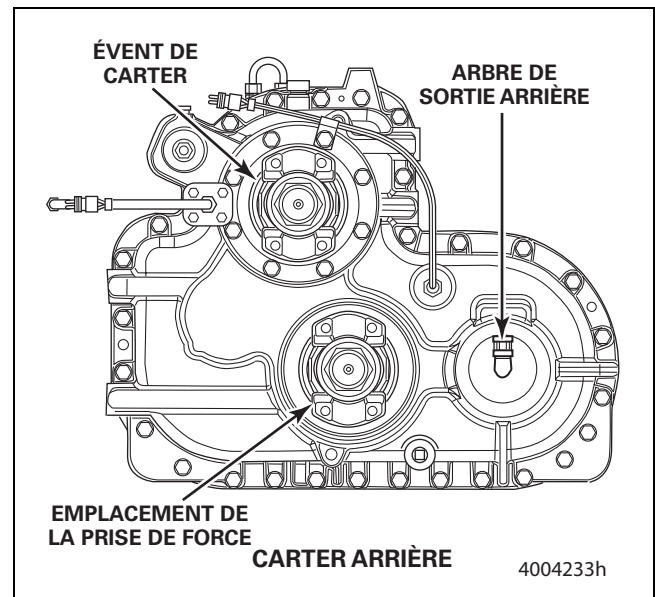

Figure 7.7
1. Raccorder une source d'air comprimé régulé à l'orifice de l'évent de carter de la boîte de transfert. Figure 7.7.